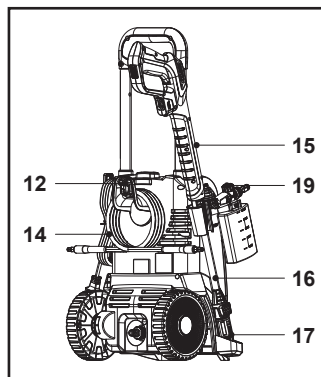

Fig. 22
3. Înfășoară furtunul cu presiune (14) și pune-l pe suport (12), apoi depozitează pistolul pulverizator (15), extensia de lance (16), duza pentru recipientul cu detergent (19) și duza (17 / 18) (fig. 22).
4. Transportă întotdeauna aparatul ținându-l de mânerul de transport (1) și folosind roțile din spate (8).